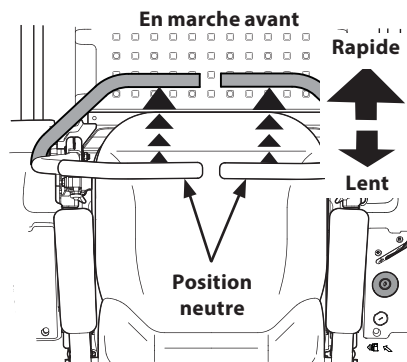

Figure 3-5
1. Poussez les barres de conduite lentement et graduellement vers l'avant. L'appareil commencera à avancer. Voir Figure 3-5.